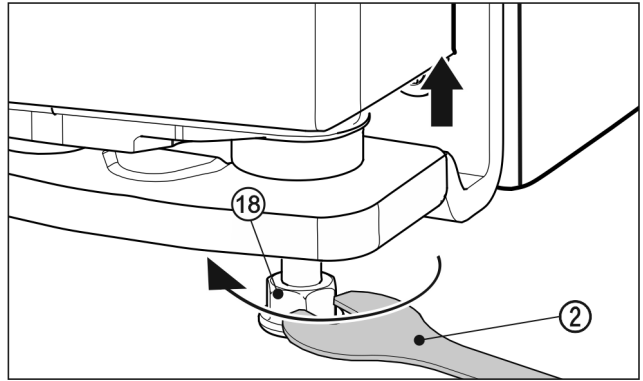

Fig. 25
- Për ta ngritur derën, lironi këmbën me rregullim Fig. 25 (18) duke e rrotulluar djathtas me anë të çelësit pirun Fig. 25 (2) të ofruar derisa të prekë dyshe. Pas kësaj rrotullojeni derisa dera të zhvendoset në lartësinë e duhur. Në gjendjen e dërgimit, bulonat janë plotësisht të mbledhur.